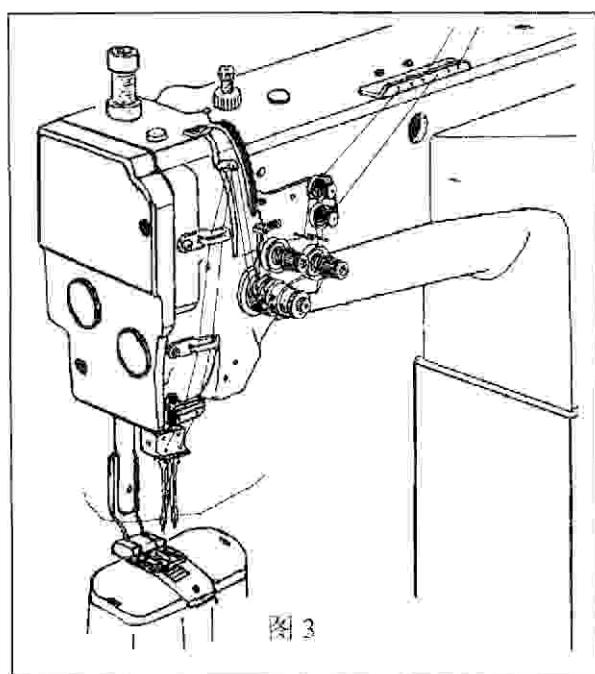

图 3
4、穿面线方法 (图 3): 挑线杆上升至最高位置，顺序穿线。